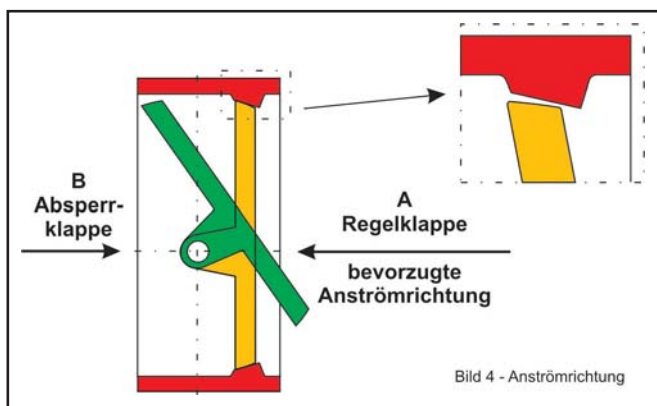

Bild 4 - Anströmrichtung
Die Stellklappe kann bidirektional durchströmt werden. Die Stellung der Klappenscheibe (3) bestimmt den Durchfluß mit der gegenüber dem Dichtring freigegebenen Fläche. Die Abdichtung erfolgt ebenfalls zwischen Klappenscheibe (3) und Dichtring. Die Welle (2) wird durch eine PTFE-Dachmanschettenpackung (9) abgedichtet. Diese wird durch oberhalb des Packungsraumes angeordneten Tellerfedern (10) wartungsfrei vorgespannt. Die Anströmrichtung und der Differenzdruck bestimmen das Losbrechmoment für das Öffnen der Stellklappe. Die doppelzentrische Lagerung der Klappenwelle bewirkt, daß die Klappenscheibe beim Öffnen und Schließen nur über einen sehr kleinen Drehwinkel mit dem Sitz in Kontakt bleibt (Bild 4). Hierdurch wird der Verschleiß verringert und die Lebensdauer verlängert. Gleichzeitig vermindert sich das Losbrechmoment. Wird die Stellklappe in Richtung **A** angeströmt (Bild 4), so wird die Klappenscheibe leicht aus dem Sitz gedrückt. Dadurch verringert die Vorspannkraft und auch das Losbrechmoment. Mit Anströmung in Richtung **B** erhöht sich analog die Vorspannkraft unter Anstieg des Losbrechmoments